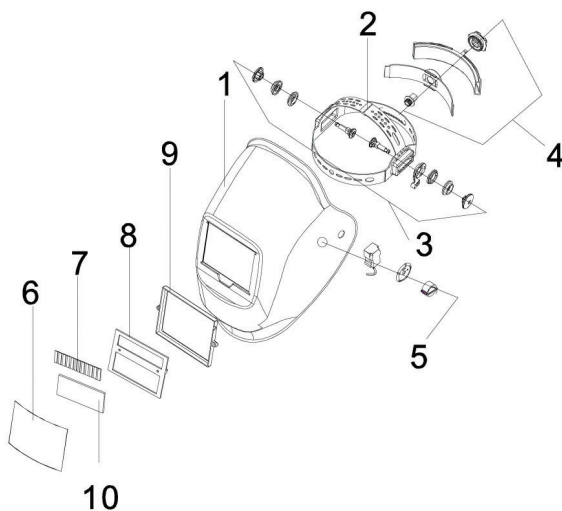

Рис. 1
4.1 Общий вид маски представлен на рис. 1